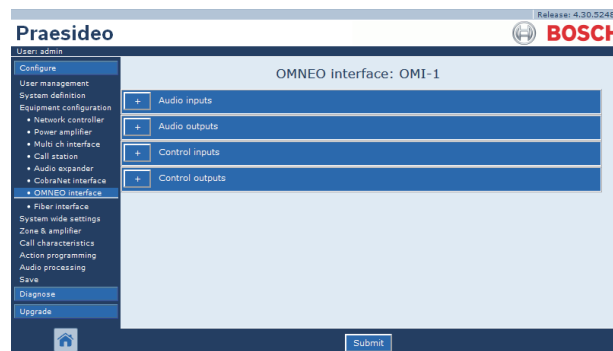

figura 44.45: Configurar uma interface OMNEO, passo 2
- 2 Clique no nome da interface OMNEO que pretende configurar. Aparece um ecrã semelhante ao da figura 44.45 na moldura principal da interface da Web.